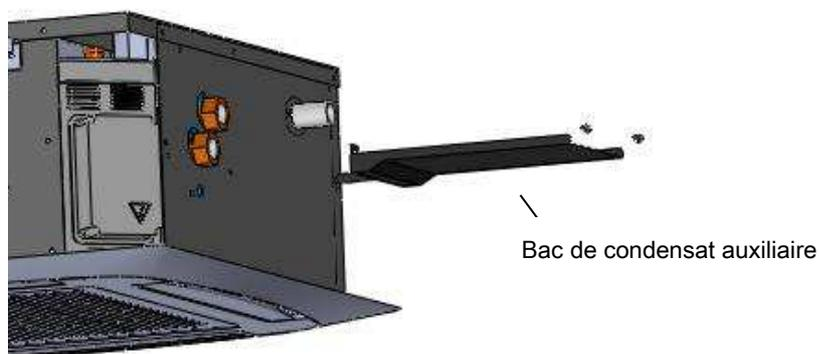

Figure 8
- Aligner les deux vis de la carrosserie (en position situées sous l'isolant) aux deux trous du bac de récupération auxiliaire. (Figure 8)